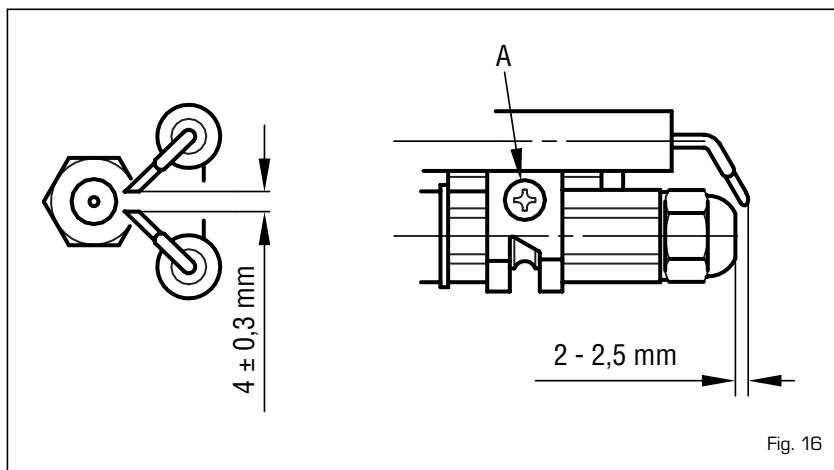

Fig. 16
##### 4.7.2 Pulizia testa di combustione (fig. 16)
Per effettuare la pulizia della testa di combustione procedere come segue (fig. 16):
- Allentare la vite di fissaggio [A fig. 16] del supporto elettrodi e sfilarlo.